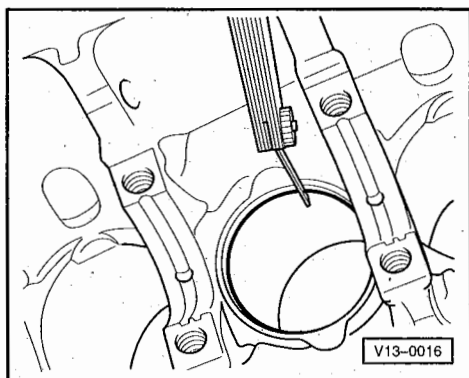

Fig. 1 Jeu à la coupe des segments de piston : contrôle
- ♦ Contrôler le jeu à la coupe ⇒ fig. 1
- ♦ Contrôle du gauchissement ⇒ fig. 1
◀ **Fig. 1 Culasse : contrôle du gauchissement**